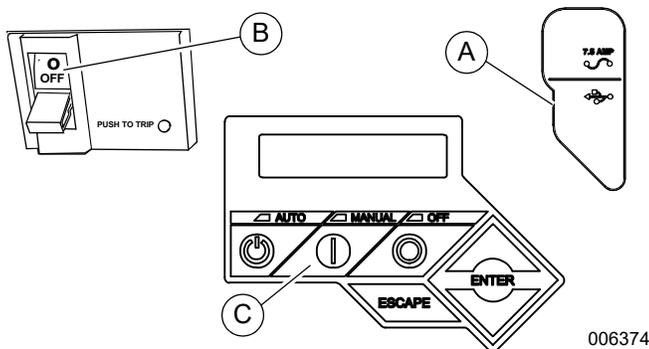

Figura 3-5. Panel de control del generador
1. Consulte la Figura 3-5. Levante la solapa de goma que cubre el portafusibles y compruebe la instalación del fusible de 7.5 amperios (A).